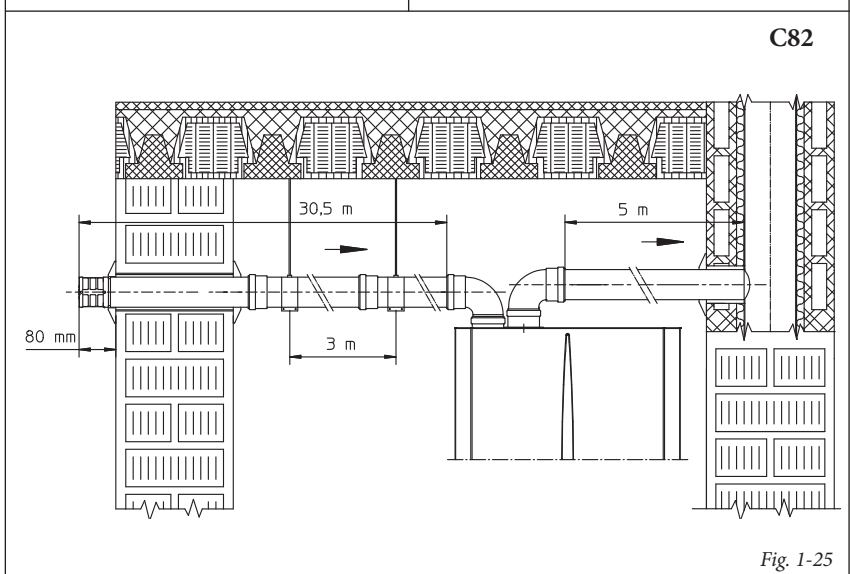

Fig. 1-25
- Perdita di temperatura nei canali da fumo (Fig. 1-25). Per evitare problemi di condensa dei fumi nel condotto di scarico Ø 80, dovuti al loro raffreddamento attraverso la parete, è necessario *limitare la lunghezza del condotto di scarico a soli 5 metri*. Se si debbono coprire distanze Extrai è necessario utilizzare i tubi Ø 80 coibentati (vedi capitolo kit separatore Ø 80/80 coibentato).